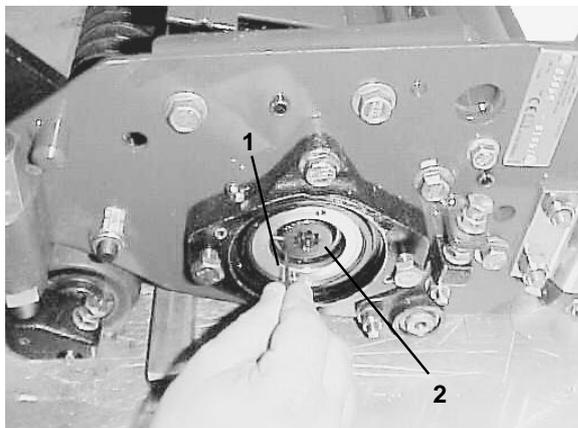

Bild 30
- A. Lockern Sie die Maschinenschraube, mit der die Lagereinstellmutter am Lagergehäuse an der linken Seite des Schneidwerks befestigt ist (Bild 30).